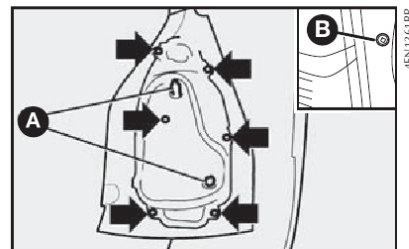

fig. 21
1) por dentro do porta-malas, soltar as porcas **A**-fig. 21.
4) retirar o conjunto de lâmpada removendo os parafusos indicados pelas setas **fig. 21**.